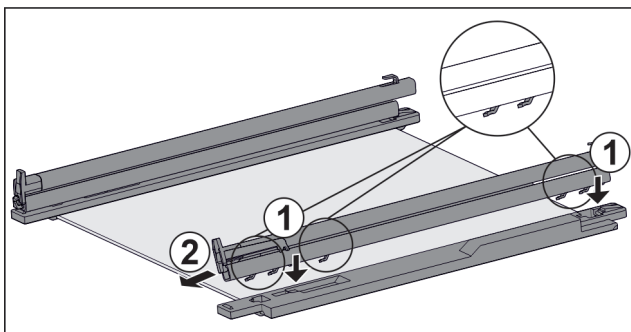

Fig. 131 Glashylla med skenor och fästdelar
- ▶ Sätt på skenans krok på den **vänstra** fästdelens öppningar. Fig. 131 (1)
- ▶ Dra skena framåt. Fig. 131 (2)
- ▶ Sätt på skenans krok på den **högra** fästdelens öppningar. Fig. 131 (1)